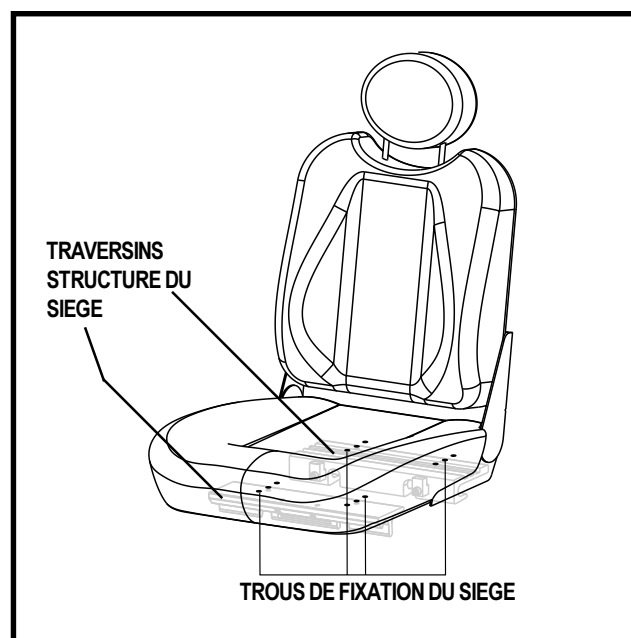

Figure 20. Réglage de la position du siège
3. Enlevez les deux traversins sous le siège. Voir la figure 20.
4. Repositionnez les traversins sur un ensemble de trous de montage différent. Voir la figure 20. Vous devez monter les traversins alignés sur le même nombre de trous avant ou arrière.